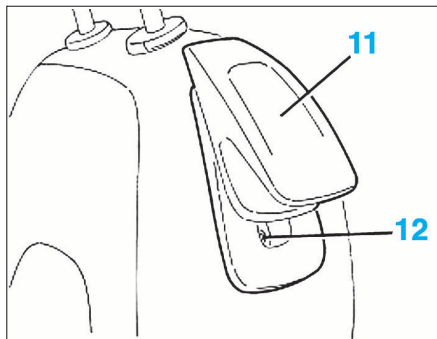

FIG. 13
- Soulever la poignée (11) qui sert à rabattre le siège (Fig.13).
- Déposer la vis de fixation (12).